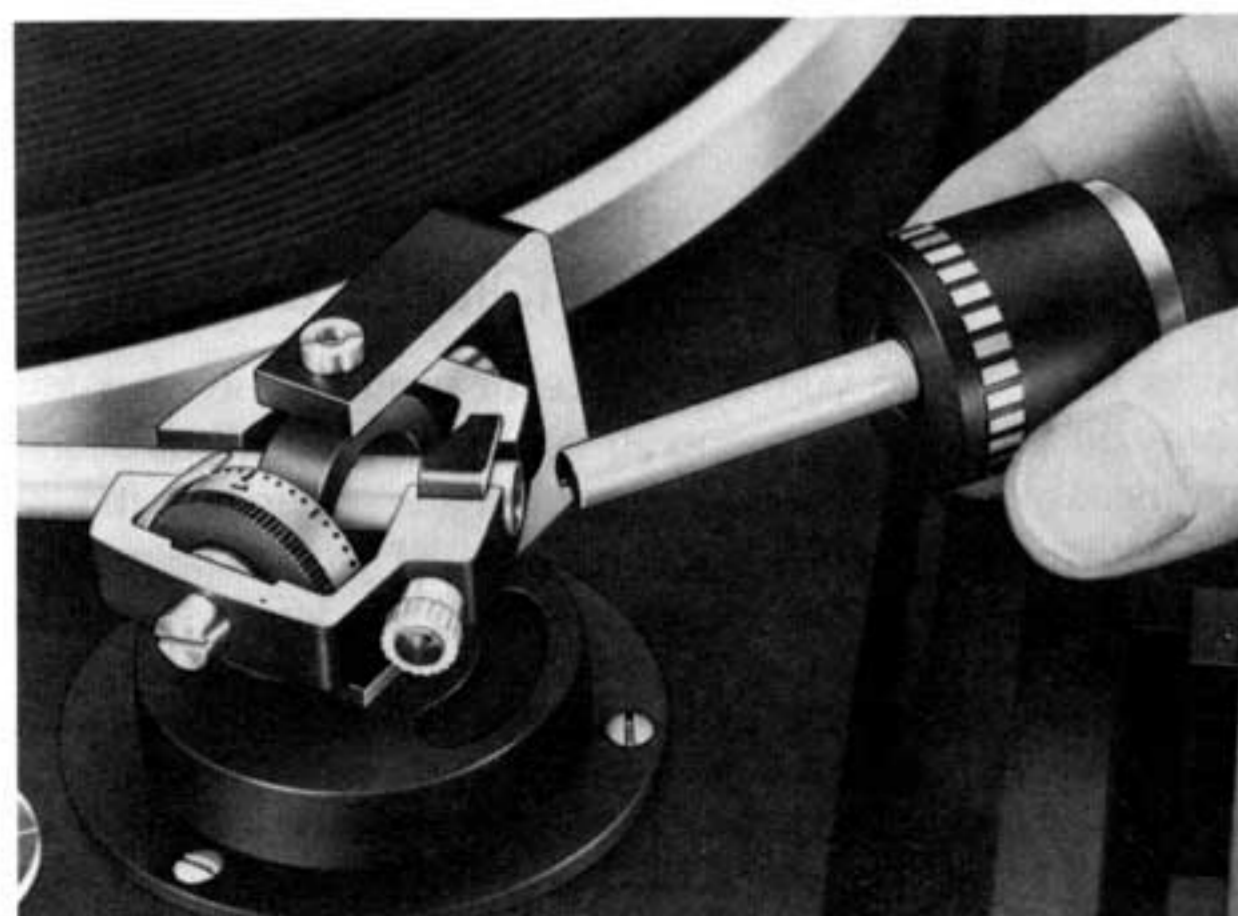

Fig. 3
Nehmen Sie bitte das Tonarm-Balancegewicht aus dem Styroporeinsatz und stecken Sie den Dorn des Balancegewichtes, nach Lösen der Feststellschraube (9), in die dafür vorgesehene Öffnung am hinteren Ende des Tonarmes. Die dreikantförmige Ausparung am Dorn muß dabei nach unten zeigen (Fig. 3).
Take the tonearm counterbalance out of its styrofoam insert. Loosen the setscrew (9) at the rear of the tonearm, and insert the shaft of the counterbalance in the opening provided for this purpose. The triangular-shaped notch of the shaft must point in downward direction (Fig. 3).
Retirez le contrepoids **(9)** du bras de l'emballage de styropor, et introduisez la tige du contre-poids, après avoir desserré la vis de blocage, dans l'ouverture prévue à cet effet à l'extrémité arrière du bras de lecture. L'encoche triangulaire de la tige doit alors être tournée vers le bas (Fig. 3).
Steek de doorn van het gewicht, na losmaken van de borgingsschroef **(9)** achter de naalddrukinstelling-, achter in de toonarm. De uitsparing in de doorn moet aan de onderzijde zitten (fig. 3).